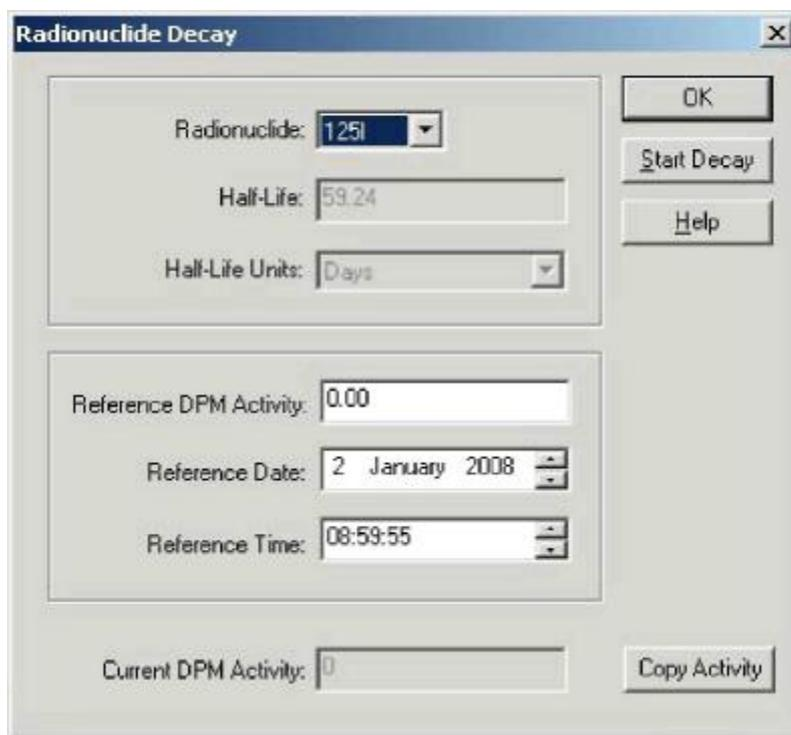

Рисунок 2-19. Окно Radionuclide Decay (Радиоактивный распад).
1. Выберите **Tools | Nuclide Decay** (Инструменты | Распад нуклидов) в строке меню. Появится окно *Radionuclide Decay* (Радиоактивный распад) (Рисунок 2-19).